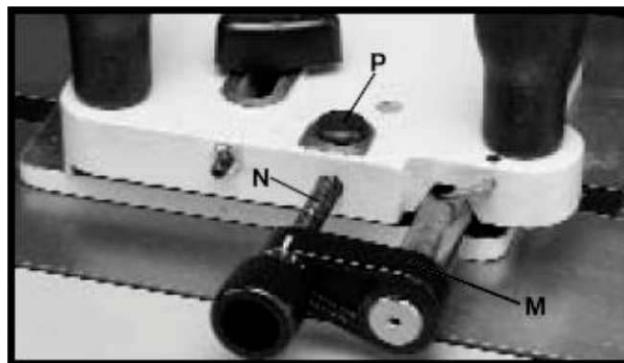
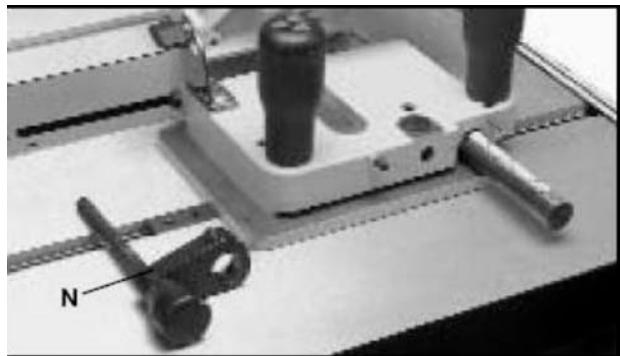

Рисунок 6
Рисунок 7
6. Используя шестигранный ключ на 3 мм, ослабьте установочный винт (M), Рис. 6. Нажимая на кнопку расцепления резьбы (P), снимите микрометрический регулятор (N) с шипорезного устройства, как показано на Рис. 7.
7. Ослабьте и снимите запорную рукоятку (K) и плоскую шайбу с шипорезного устройства.